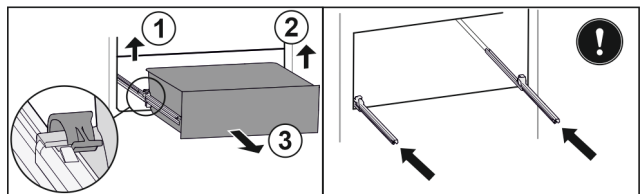

Fig. 31
- Linke Klemme anheben und gleichzeitig Schubfach links nach vorne ziehen. Fig. 31 (1)
- Rechte Klemme anheben und gleichzeitig Schubfach rechts nach vorne ziehen. Fig. 31 (2)
- Schubfach nach vorne entnehmen. Fig. 31 (3)